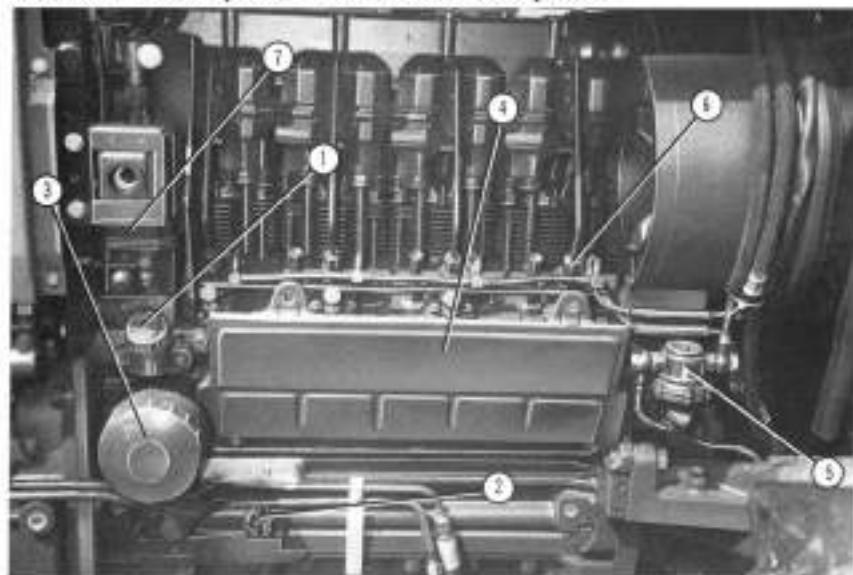

Fig. 19
**Toutes les 10 heures:** contrôle du niveau d'huile. Ce niveau doit être compris entre les repères maxi-mini de la jauge (2 fig. 19).
**Durant les premières 50 heures:** vidange d'huile et remplacement du filtre (3 fig. 19).
### Pompe d'alimentation (5 fig. 19)
### Pompes d'injection (6 fig. 19)